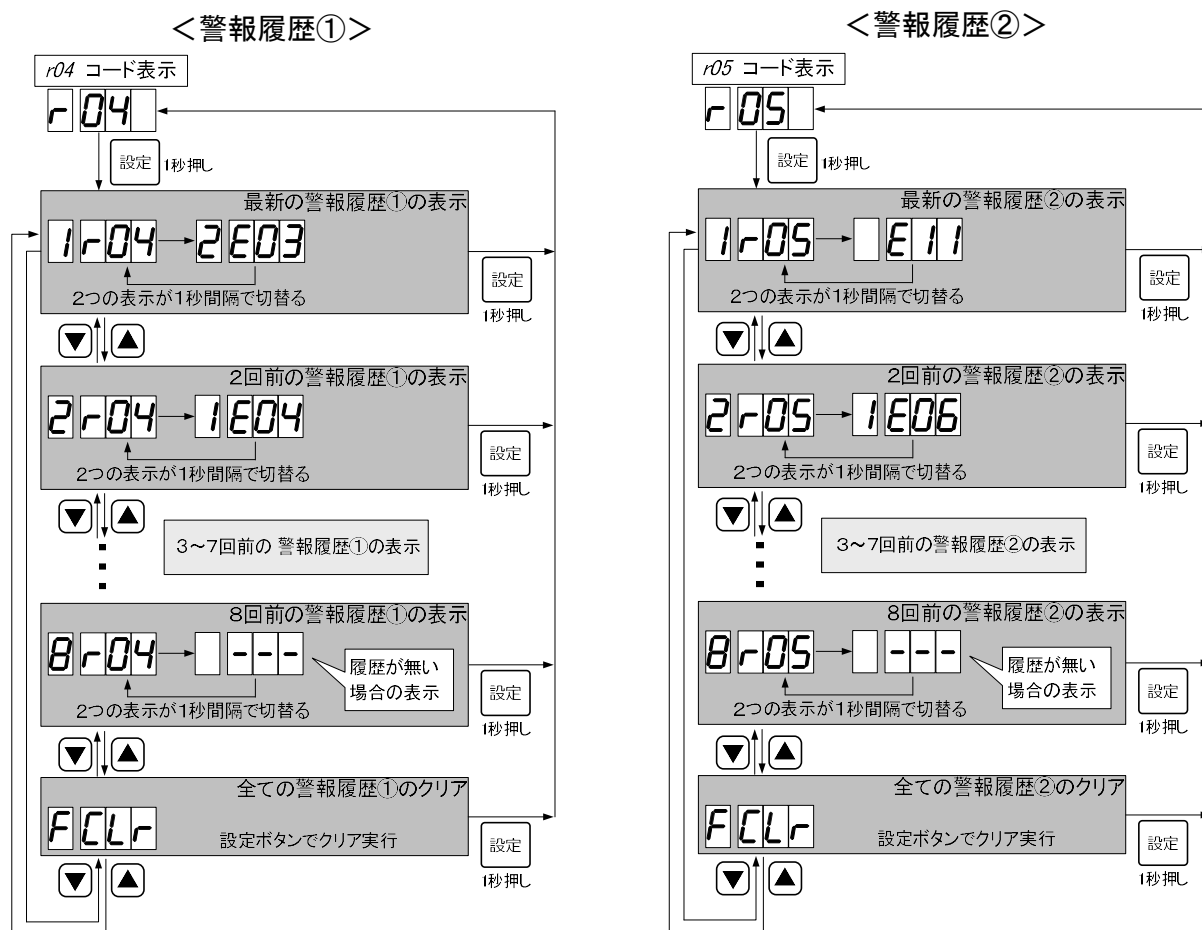

図 24 警報履歴①と②の表示例
- ・警報履歴①は、コード *r04* で、確認することができます。
- ・図 24 に、表示例を示します。
- ・警報履歴②は、コード *r05* で、確認することができます。
- ・保存される警報は、警報履歴①以外(※)です。警報の内容及び、コード表示については、「**8**故障の原因と対策」を参照ください。